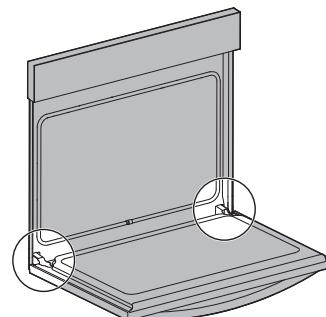

Figure 21: Emplacement de la charnière de la porte
1. Ouvrez complètement la porte du four, parallèlement au sol (Figure 21).
3. Ouvrez complètement la porte du four (parallèlement au sol (Figure 21).
4. Poussez les verrous des charnières de droite et de gauche vers le haut et dans le cadre du four jusqu'à ce qu'ils soient en position verrouillée (Figure 21).